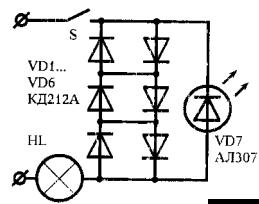

рис. 9
**"Индикатор состояния удаленного осветителя"**, О.Н.Коваль (Электрик, 8/2000, с.26). Иногда возникает необходимость контроля горения и целостности электролампочки, когда выключатель находится в другом помещении (например, подвал, погреб или курятник). Бывает и так, что выключатель включен, а лампочка не горит: или перегорела, или пропал контакт в патроне либо выключателя. Эту проблему решила установка простого и безотказного устройства (рис.9), которое индицирует протекание тока в цепи осветительной лампы и находится возле выключателя, где S - вы-